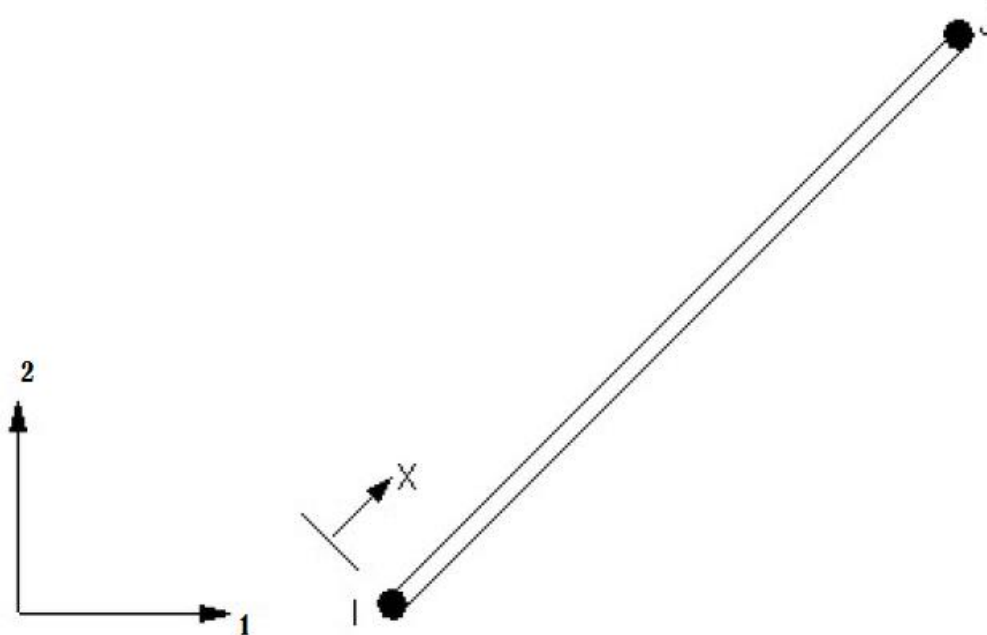

Figura 1. Elemento de Treliça - Truss
- ✓ Número de nós por elemento: 2 (i-j na Figura 1)